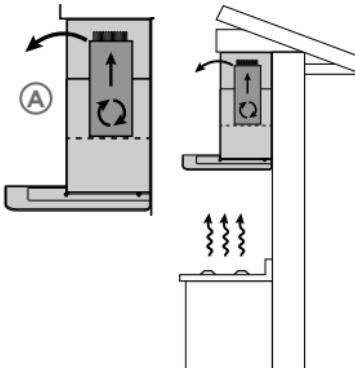

Fig. 5
1. O ar impuro e os vapores gordurosos provenientes do fogão (cooktop, etc.) são filtrados e retidos pelos filtros da coifa. O ar depurado é então direcionado novamente para dentro do ambiente (Fig. 5).
2. Assim sendo a instalação do duto de exaustão deverá ficar em uma posição em que este fique próximo ao teto e próximo às saídas laterais de ar da proteção decorativa (“A” - Fig. 5), proporcionando maior efetividade ao processo de depuração do aparelho.